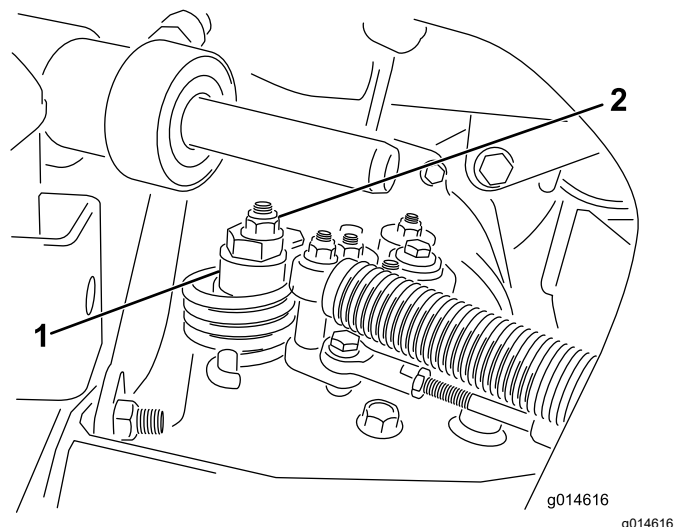

Figure 49
- A. Desserrez l'écrou de fixation de l'excentrique en haut de l'hydrostat (Figure 49).
- C. Tournez l'excentrique jusqu'à ce que la roue ne tourne plus dans aucune direction. Lorsque la route arrête de tourner, serrez l'écrou pour bloquer l'excentrique et le réglage (Figure 49). Vérifiez le réglage avec la commande d'accélérateur en position BAS RÉGIME, puis HAUT RÉGIME.